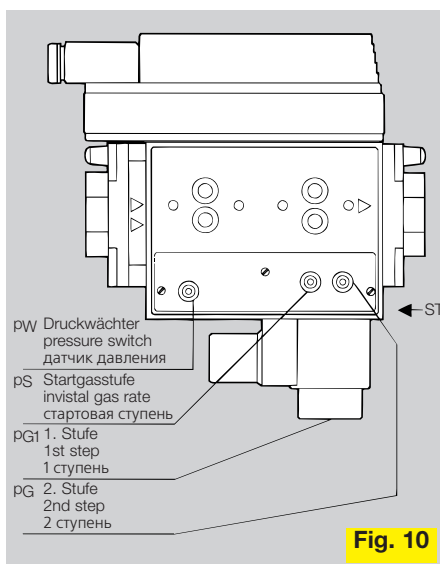

Fig. 10
der Druckregler durch Lösen einer Verschlußschraube (ST) in Startgasstellung gehalten werden (Fig. 10). Nach Einstellung Verschlußschraube wieder festziehen. Nach ca. 3 - 12 s Haltezeit gedämpfter Druckanstieg von  $p_S$  auf  $p_{G1}$  1. Stufe (Fig.11). Mit dem Anlegen der Spannung an die Magnetspule Antrieb „Z“ steigt der Ausgangsdruck  $p_G$  bis auf den eingestellten Wert der 2. Stufe (Fig.11).
coil(s), valves 1 and 2 open. For the adjustment of the start gas pressure, the governor can be kept in the start gas position by loosening the screw plug (ST) (Fig. 10). Following the precision adjustment retighten screw plug. After approx. 3 - 12 s damped pressure increase from  $p_S$  to  $p_{G1}$  1st step (Fig.11). When applying voltage to the solenoid coil actuator "Z" the outlet pressure  $p_G$  increases up to the set value of step 2 (Fig.11).
2 клапаны. Для настройки начального давления регулятор давления может поддерживаться в стартовом положении при ослаблении резьбовой заглушки (ST) (Fig. 10). После точное регулировки снова завернуть заглушку. Через примерно 3 - 10 с выдержки происходит плавное повышение давления с  $p_S$  до  $p_G$  (Fig.11). При подаче напряжения на электромагнитную катушку привода "Z" выходное давление  $p_G$  повышается до установленного значения 2 ступени (Fig.11). При размыкании цепи, например, термостатом, выходное давление  $p_G$  снова понижается до значения 1 ступени.
**Achtung!** Zur Einstellung der 1. Stufe mittels Imbusschlüssel SW, 2,5 muß 25 mm Freiraum zur Verfügung stehen (Fig. 10). Die Drücke  $p_S$  und  $p_G$  2. Stufe werden auf
**Attention!** The adjustment of the 1st step via Allen key SW, 2.5 requires 25 mm free space (Fig. 10).
**Внимание!** для установки 1 ступени ключом SW 2,5 требуется 25 мм свободного пространства (Fig. 10). Значение давления  $p_S$  и  $p_G$  указывает